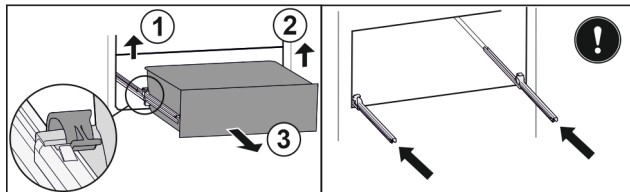

Fig. 79
- ▶ Приподнимите левый зажим и одновременно вытяните движением вперед выдвижной ящик слева. Fig. 79 (1)
- ▶ Приподнимите правый зажим и одновременно вытяните движением вперед выдвижной ящик справа. Fig. 79 (2)
- ▶ Извлеките выдвижной ящик движением вперед. Fig. 79 (3)